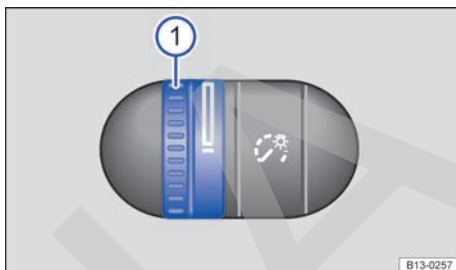

Fig. 83 Junto al volante: regulador de la iluminación de los instrumentos y los mandos ①.
En función del equipamiento del vehículo, la intensidad de la iluminación de los instrumentos y los mandos se puede regular sin escalonamientos girando el regulador → fig. 83 ① con las luces encendidas.